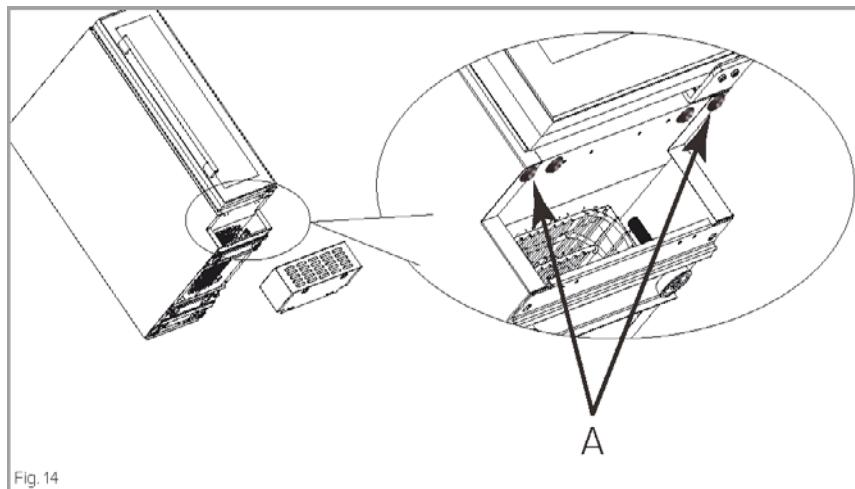

Fig. 14
4. Открутите два винта, обозначенные стрелками и обозначенные буквой "A". на рис. 14.